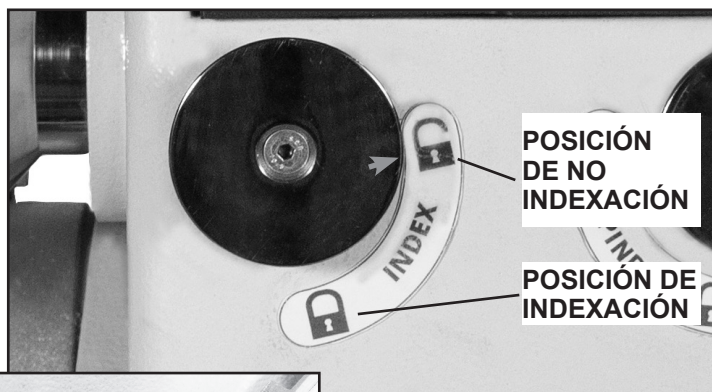

FIG. 34
Ubicado convenientemente en la parte delantera del cabezal fijo, el Montaje de la Clavija de división (FIG. 34 y 35) se usa para aguantar y posicionar el husillo para hacer trabajos con patrones precisamente espaciados, tales como estriar, acanalar, perforar, tallar detalles, hacer patrones de quemadura, preparar diseños y más.
- Gire la Perilla de Indexación (FIG. 34) de la posición 'no indexada' (icono de cerradura abierta) hacia abajo a la 'posición indexada' (icono de cerradura cerrada). Esto introducirá el eje de la Clavija de división en uno de agujeros de la Polea del husillo, bloqueando el husillo en su lugar.